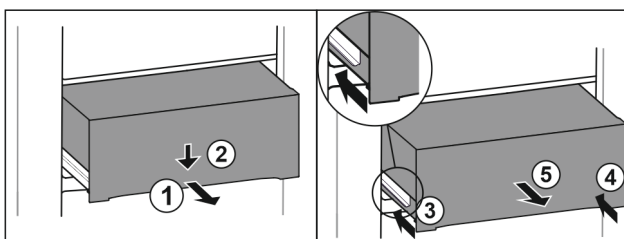

Fig. 173
- Izvucite ladicu na pola. Fig. 173 (1)
- Pritisnite ladicu naprijed prema dolje. Fig. 173 (2)
- Gurnite lijevu vodilicu za oko 2 cm. Fig. 173 (3)
- Gurnite desnu vodilicu za oko 2 cm. Fig. 173 (4)
- Izvadite ladicu prema naprijed. Fig. 173 (5)